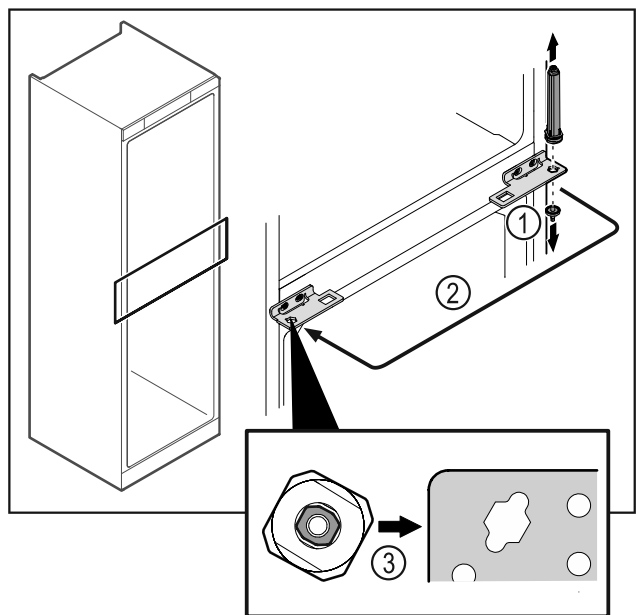

Fig. 43
- ▶ Развинтете болта на пантата Fig. 43 (1).
- ▶ Преместете затварящата система на вратата Fig. 43 (2).
- ▶ При поставянето внимавайте за това, скосяването на болта Fig. 43 (3) да сочи към кръглия отвор.